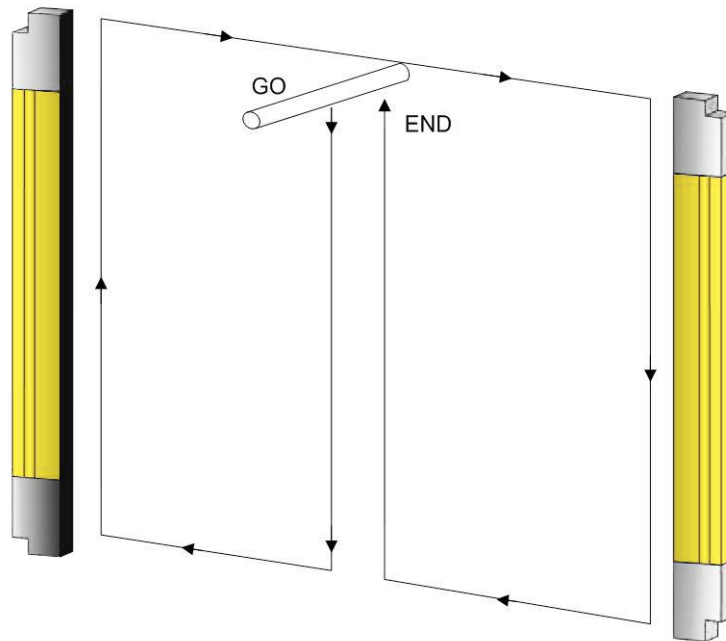

Abbildung 16 – Schema zur Überprüfung der Funktion
- Die AOPD während der Strahlenunterbrechung entlang des gesamten Erfassungsbereichs im OSSD-OFF-Zustand verweilt. Verwenden Sie dafür einen entsprechenden „Teststab“ und befolgen Sie das in Abbildung 16 gezeigte Schema. Der entsprechende „Teststab“ hat ein Maß entsprechend der Auflösung der verwendeten AOPD, z. B. einen Durchmesser von 14 mm für einen Lichtvorhang mit 14 mm Auflösung.